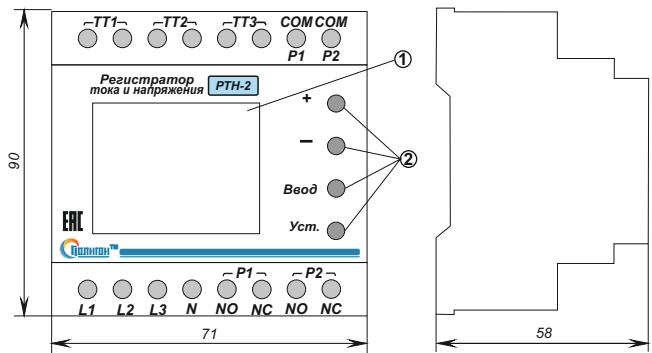

Рис.7. Внешний вид блока (габаритные размеры)
- ЖКИ-дисплей (рис. 7, п.1)
- 4 кнопки для управления режимами работы регистратора «+», «-», «Ввод», «Уст.» (рис. 7, п.2).
3.2.1. Установить блок в электроощите на DIN-рейку. Внешний вид прибора показан на рис. 7.